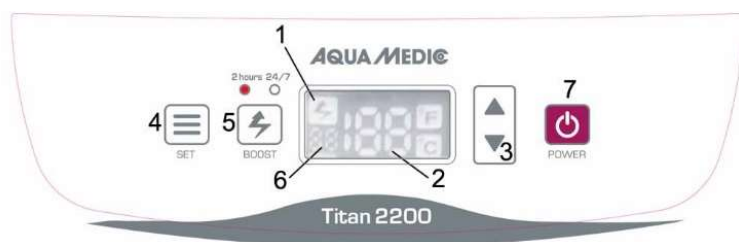

Fig. 1 : Écran Titan 200 – 2200
**Programmation :** L'affichage indique la température actuelle de l'eau de l'aquarium ainsi que la valeur programmée. Pour l'éteindre, maintenir la touche Power (Fig. 1, n° 7) enfoncée jusqu'à ce que l'affichage s'éteigne.
**Fonction Boost :** Une pression sur le bouton BOOST (Fig. 1, n° 5) augmente les performances du ventilateur. Cela permet au refroidisseur de dissiper la chaleur plus rapidement, mais il devient légèrement plus bruyant. La fonction Boost ne peut être activée que pendant deux heures (la LED de moins de 2 heures s'allume) ou en permanence (la LED 24/7 s'allume).